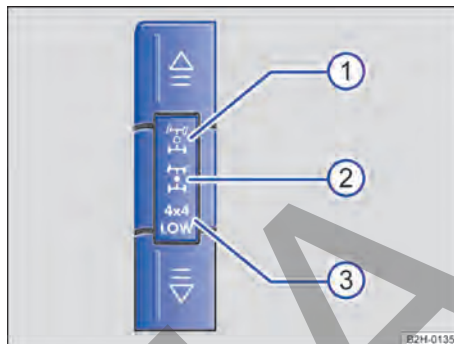

Fig. 99 En la consola central: teclas y símbolos para conectar y desconectar la tracción total.
En los vehículos con tracción total conectable, en el estado inicial siempre está activa la tracción que estaba activa cuando se apagó el motor. La tracción total se conecta manualmente en dos niveles mediante las teclas de la consola central → Fig. 99.
Cuando se circule por calzadas secas de piso firme se deberá utilizar la tracción trasera. Cuando la tracción trasera está conectada, se enciende el símbolo → Fig. 99 ① en la consola central.
1. Pulse una vez la tecla . El símbolo  parpadea durante unos segundos en el cuadro de instrumentos. La tracción total (4X4 HIGH) está conectada cuando el símbolo  → Fig. 99 ② permanece encendido en el cuadro de instrumentos y la consola central.
2. Pulse la tecla  con el motor en marcha y la tracción total (4X4 HIGH) conectada. El símbolo 4X4 LOW parpadea durante unos segundos en el cuadro de instrumentos. La tracción total con etapa reductora (4X4 LOW) está conectada cuando el símbolo 4X4 LOW → Fig. 99  permanece encendido en el cuadro de instrumentos y la consola central.